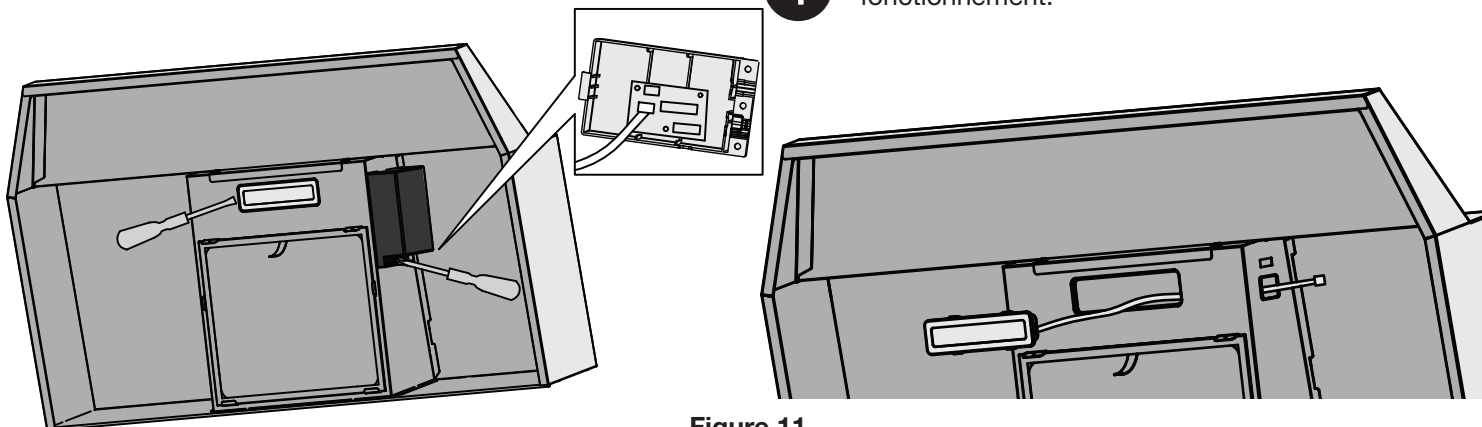

Figure 11
- 2** Ouvrez le compartiment de câblage à l'aide d'un tournevis Phillips et débranchez la lampe (figure 11). Utilisez doucement le tournevis pour pousser vers le bas jusqu'à ce que la lumière sorte de son emplacement. Retirez la lampe à DEL.